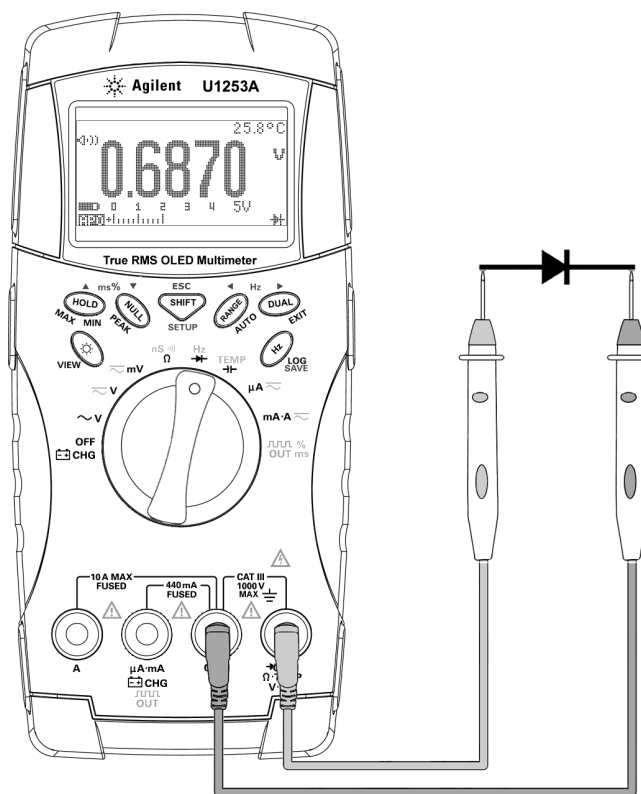

Figure 2-10 Mesure de la polarisation directe d'une diode
- 3 Connectez le cordon de test rouge à la borne positive (anode) de la diode et le cordon de test noir à la borne négative (cathode). Reportez-vous à la Figure 2-10 à la page 46.